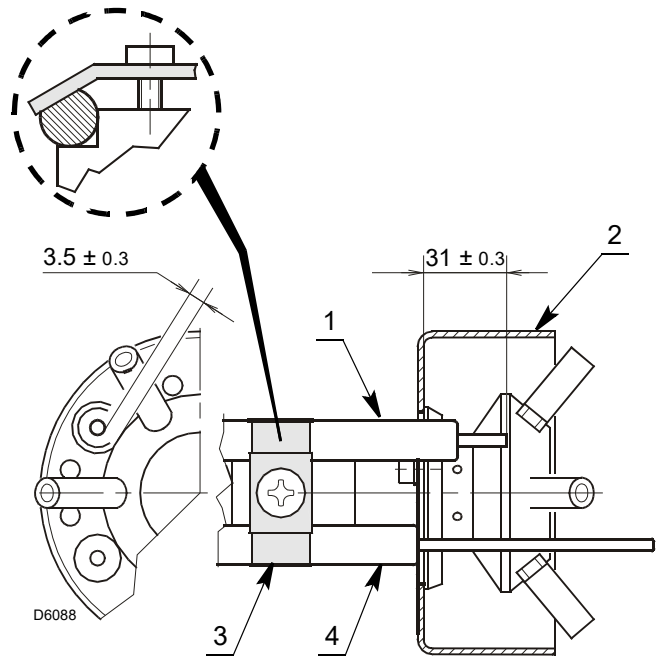

Fig. 16
- Asegurarse de que la placa 3)(Fig. 16) quede siempre colocada en la parte plana del electrodo 1)(Fig. 16).
- Apoyar el aislador de la sonda 4)(Fig. 16) en el difusor de aire 2)(Fig. 16).